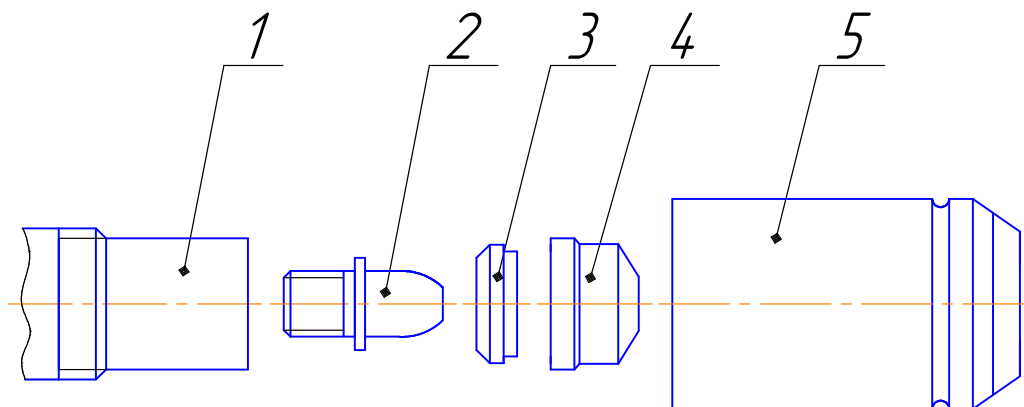

Рисунок 10 – Резак
2.3.9 Замена электрода и сопла (рисунок 10):
- для замены сопла снять наконечник (5) и заменить сопло (4);
- для замены электрода снять наконечник (5), снять сопло (4), затем снять завихритель (3) и заменить электрод (2).